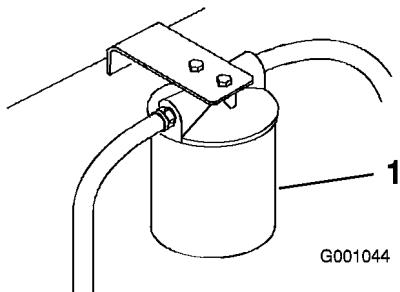

Figure 65
- Placez un bac de vidange sous le filtre, déposez le filtre usagé et essuyez la surface du joint de l'adaptateur (Figure 65).